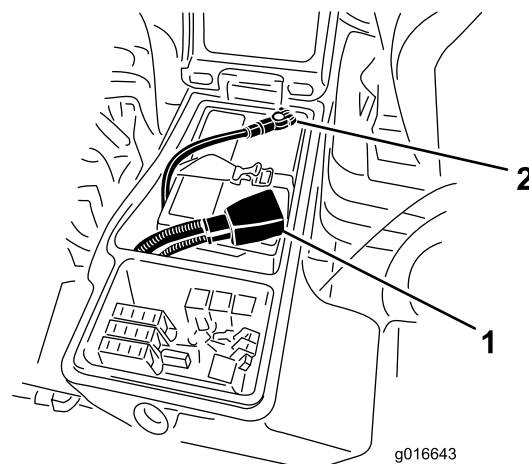

図 61
5. 赤いケーブルをバッテリーの端子に、黒いケーブルはバッテリーの端子に固定する 図 61